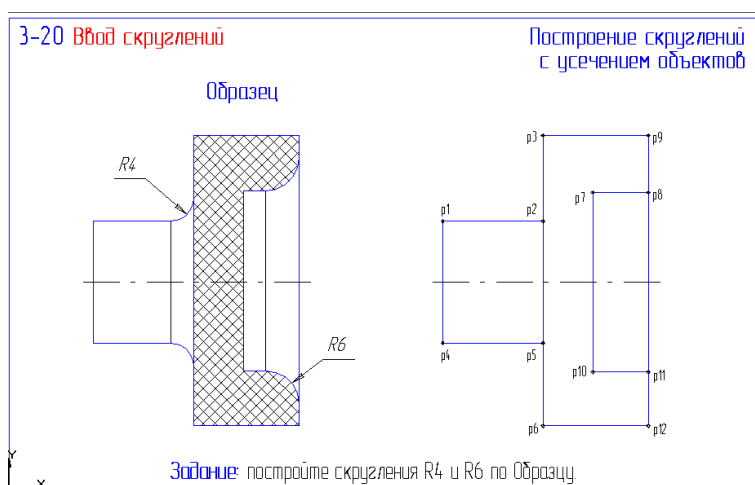

Рис. 26
28. Откройте файл фрагмента 3-20 (Рис. 26) и выполните построение скруглений по образцу. Результат сохраните.